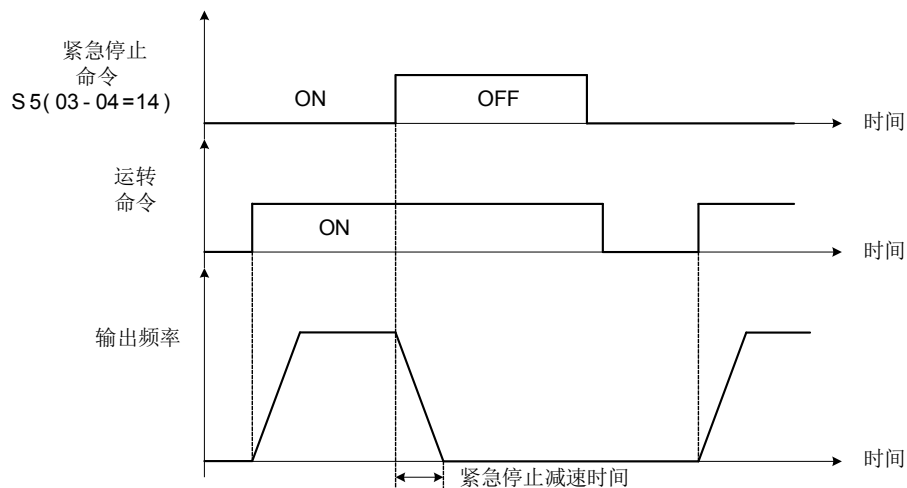

图 4.3.9 紧急停止运转范例
- 在紧急停止指令被输入后，在变频器停止前，无法被重新启动。若需取消紧急停止，请关闭运转指令及紧急停止指令。请参考下图 4.3.9。